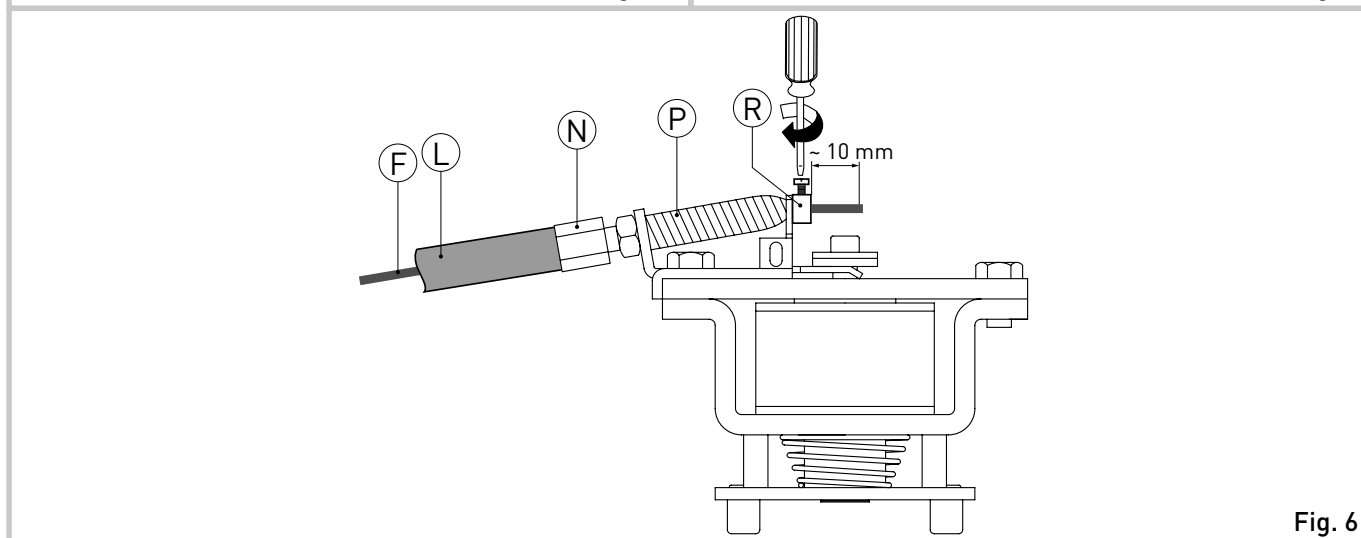

Fig. 6
- 1.6 (Fig. 6) Infilare il cordino [F] e la guaina [L] nel registro [N] e nella molla [P] del blocco, tirare il cordino con forza e fissarlo con il blocca filo [R].
- 1.6 (Fig. 6) Insert the cord [F] and the sheath [L] into the adjuster [N] and into the lock spring [P], strongly pull the cord and secure it by means of clamp [R].
- 1.6 (Fig. 6) Introduire le câble [F] et la gaine [L] dans le régulateur [N] et dans le ressort [P] de le dispositif de blocage, tirer le câble avec force et le fixer avec le serre-fil [R].
- 1.6 (Abb. 6) Den Stahlseil [F] und den Mantel [L] durch den Regler [N] und die Feder [P] der Verriegelung einführen, Seil kräftig ziehen und mit dem Feststeller [R] befestigen.
- 1.6 (Fig. 6) Pasar el hilo [F] y la funda [L] en el regulador [N] y en el muelle [P] del bloqueo, jalar el hilo con fuerza y fijarlo con el bloqueo hilo [R].